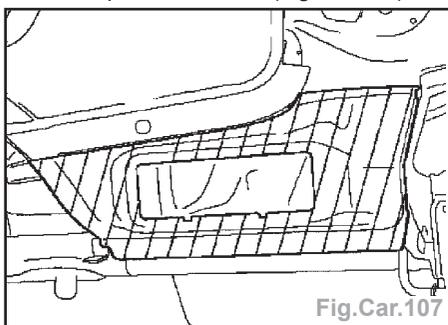

Fig.Car.107
- Enlever par perçage le prolongement inférieur du panneau latéral (Fig.Car.107).